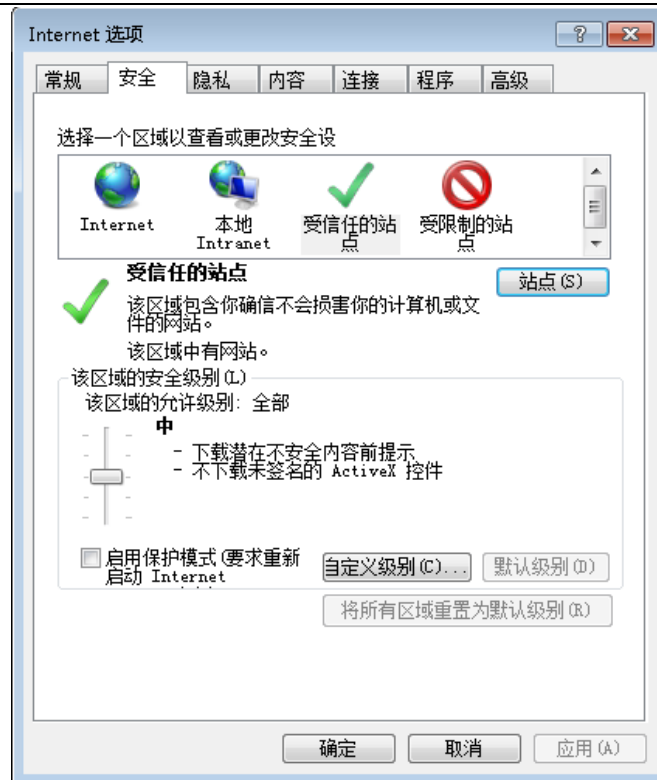

图 12-22 Internet 属性对话框
- 添加信任站点并对其进行安全设置。双击系统控制面板上的 Internet 选项或者直接在 IE 浏览器中选择“工具/Internet 选项”菜单，显示如图 12-22。